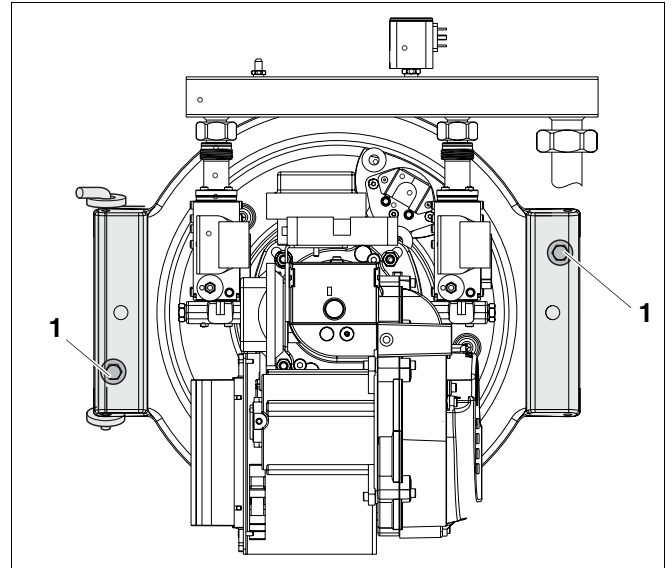

Fig. 16 Resserrage des vis de la porte du brûleur
- Resserrez les vis de fixation de la porte du brûleur (fig. 16, **pos. 1**) manuellement à l'état chaud.